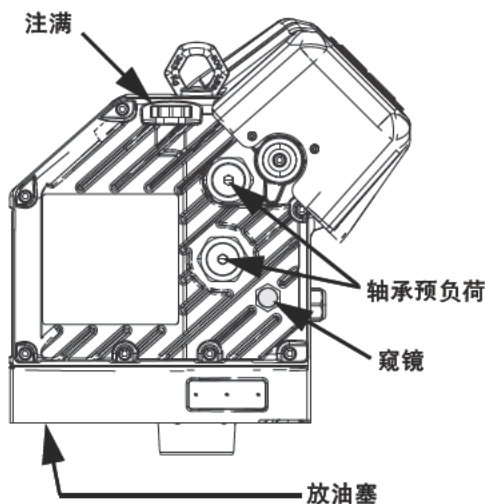

图 14: 窥镜和注油盖
3. 拆下放油塞。有关放油塞的位置,请参见图 14。排放驱动器中的所有机油。
请参考下面的图 14。定期检查内窥镜中的油位。当驱动器不运行时,油位应大约在窥镜一半高度处。油位较低时,打开注油盖,加入 Graco 产品编号为 16W645 的 ISO 220 无硅合成 EP 齿轮油。